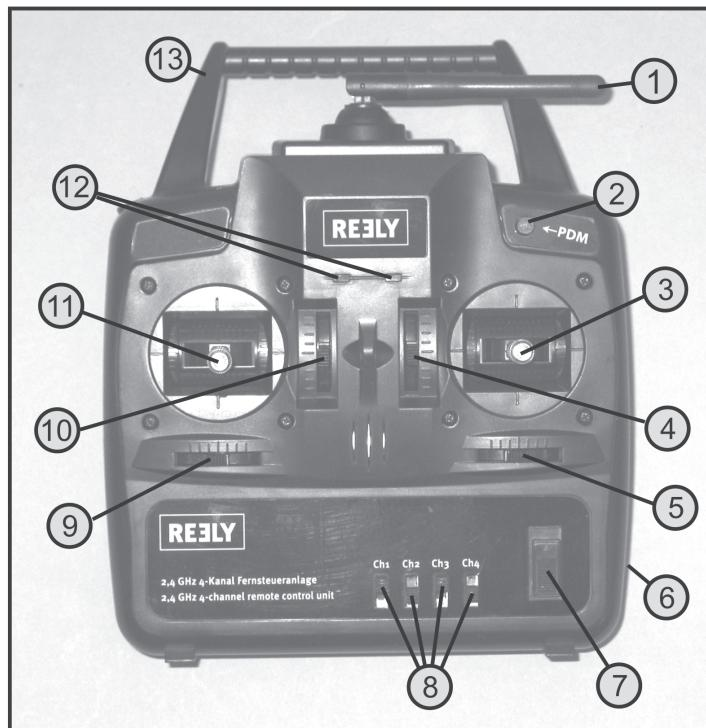

Bild 3
Winkeln Sie die Senderantenne (siehe Bild 3, Pos. 1) seitlich ab, sodass die Antenne im 90°-Winkel zur Verbindungsleitung Fernsteuerung/Modell steht. So erreichen Sie die beste Signalübertragung. Vermeiden Sie es, mit der Spitze der Senderantenne auf das Modell zu „zielen“.
Wenn die Akkus geladen sind bzw. neue Batterien eingelegt sind schalten Sie zu Testzwecken den Sender mit Hilfe des Funktionsschalters (siehe Bild 3, Pos. 7) ein. Zunächst leuchtet die rote LED (siehe Bild 3, Pos. 12) für die Spannungsversorgungsanzeige auf und kurz darauf geht bei korrekter Binding-Funktion zwischen Sender und Empfänger auch die grüne Leuchtdiode an. Beide LEDs signalisieren Ihnen somit die ordnungsgemäße Funktion des Senders.
Nehmen Sie den Sender in Betrieb und schließen Sie den Flugakku (4) am verpolungssicheren Stecker (5) des Flugreglers an. Der Steuerknüppel für die Motorfunktion (siehe Bild 3, Pos. 11) muss sich dabei in der untersten Stellung befinden.
Wenn Sie am Sender den Steuerknüppel für das Höhen- und Querruder (siehe Bild 3, Pos. 3) nach oben und unten bewegen, muss das Höhenruder (6) nach unten und oben ausschlagen.